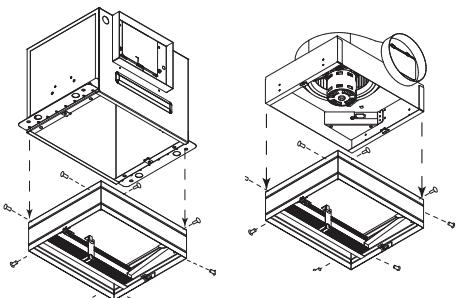

Figure 2 — Montage sur le ventilateur
- Monter le registre de rayonnement de plafond au ventilateur. S'assurer que les pattes de fixation de grille sont vers le bas et placer la pièce d'admission du ventilateur dans le collier du registre de rayonnement de plafond. Attacher le collier du registre au caisson du ventilateur à l'aide de vis à tôle autotaraudeuses n°10 x 1/2 po (13 mm) (non fournies) dans les trous prévus. Un minimum de deux (2) vis par côté est requis. Voir la Figure 2.